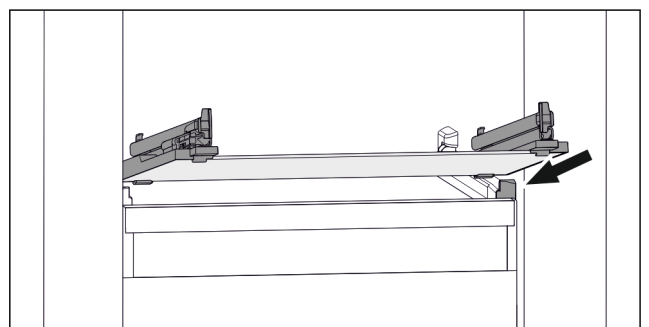

Fig. 111 Rappresentazione esemplificativa del ripiano in vetro
- ▶ Applicare il ripiano in vetro obliquamente dietro i fermi. (vedere Fig. 111)